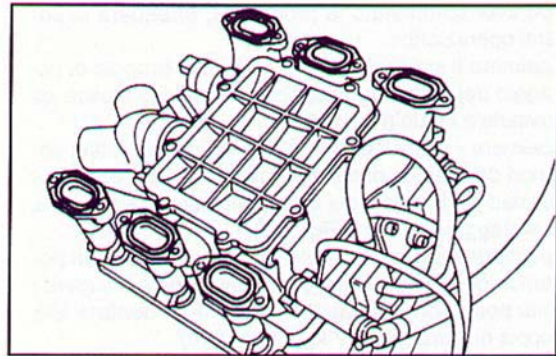

Fig. 320 ▲
- posizionare gli anelli OR sul collettore di aspirazione, fissandoli con un po' di grasso (**Fig. 320**);
- put the O-rings on the intake manifold, using a little grease to keep them in place (**Fig. 320**);